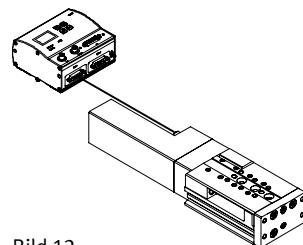

Bild 12
- Anslut SLTE-... till styrenheten via anslutningen **[5]** (se Bild 12).